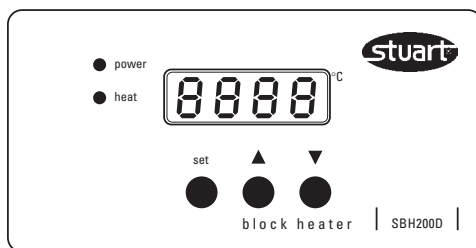

Figure 3 - commandes numériques
2. Le voyant "power" s'allume, tout comme l'afficheur numérique - voir figure 3.
3. L'afficheur numérique va indiquer la température réelle des blocs d'aluminium. Si la température de consigne actuelle de l'instrument est supérieure à cette valeur, l'appareil va commencer à chauffer, et le voyant "heat" du panneau de commande va s'allumer. La température de consigne actuelle peut être visualisée à tout moment en appuyant sur le bouton "set" et en le maintenant enfoncé - voir figure 3.
5. On peut augmenter ce réglage en appuyant sur le bouton portant le symbole ▲, ou le diminuer en appuyant sur le bouton portant le symbole ▼, tout en continuant de maintenir le bouton "set" enfoncé - voir figure 3.